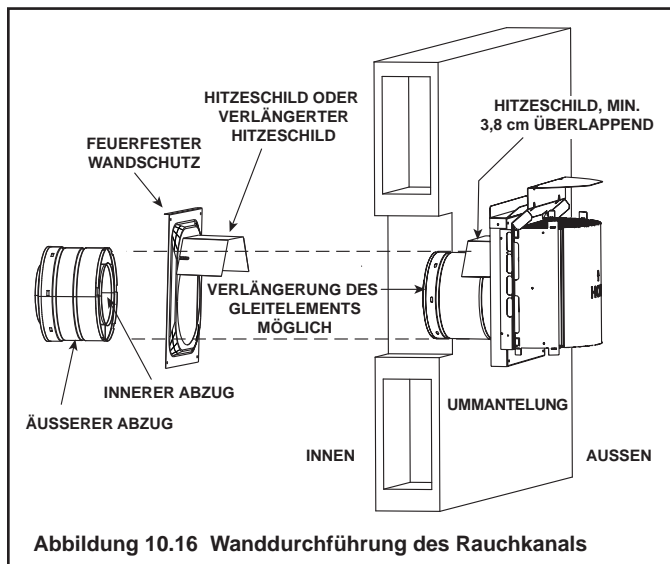

Abbildung 10.16 Wanddurchführung des Rauchkanals
- Die Hitzeschilde am feuerfesten Wandschutz und am horizontalen Mündungselement dürfen NICHT entfernt werden (siehe Abbildung 10.16).
Der Hitzeschild ist in zwei Abschnitte unterteilt. Einer der Abschnitte ist werkseitig mit dem feuerfesten Wandschutz verbunden. Der andere Abschnitt ist werkseitig mit dem Mündungselement verbunden. Siehe Abbildung 10.16.